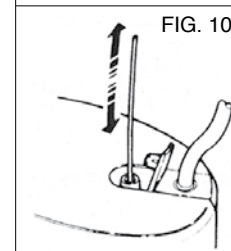

FIG. 10
**AERATION DEVICE** (fig. 10): If plugging of the air passage hole occurs, clean with the nylon wire which is supplied or with any thin metal wire.
**DISPOSITIF D'AERATION** (fig. 10). En cas de colmatage du tube d'alimentation en air il faut procéder à son nettoyage à l'aide du fil de nylon fourni ou à l'aide d'un mince fil métallique.